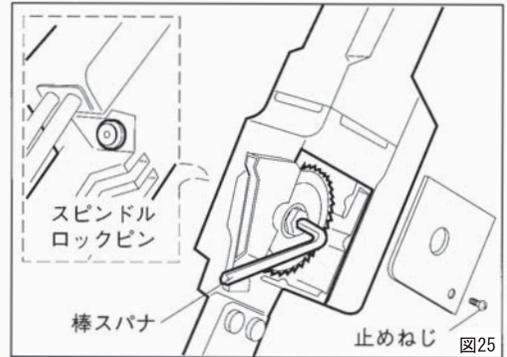

図25
- ①カバーの止めねじを外し、カバーを取外します。
- ②スピンドルロックピンを押して、刃物の回転を固定しておきます。
- ③カッタ取付けボルトを付属の六角棒スパナで時計方向に回転させて刃物を取外し、新しい刃物を取付けます。(図25)